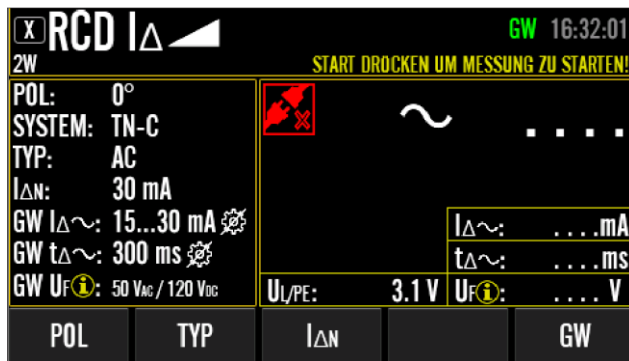

Bild 46: Ruhebildschirm in RCD I Δ  Messung mit erweitertem Tastenspektrum (nach Drücken der Menütaste "BEARBEITEN"), Beispiel
- 5) Drücken Sie die Menütaste "BEARBEITEN", um in den Ruhebildschirm mit erweiterten Menütasten zu gelangen, siehe Abbildung 46 oben.
- 6) Wählen Sie alle Testparameter entsprechend den verfügbaren Menütasten aus, die in Abbildung 46 oben dargestellt sind.